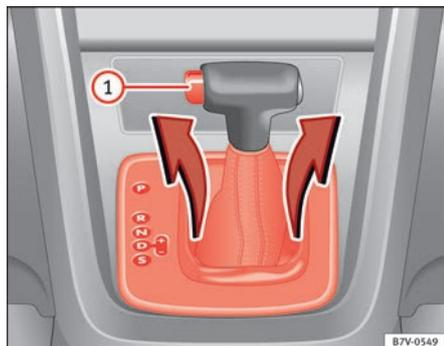

Abb. 195 Abdeckung der Schaltkulisse abbauen.
- Abdeckung im Bereich der Wählhebelsmanschette nach oben ziehen ⇒ Abb. 195.
- Sperrtaste ⇒ Abb. 195 (1) im Wählhebelgriff drücken und Wählhebel in Stellung **N** bringen.